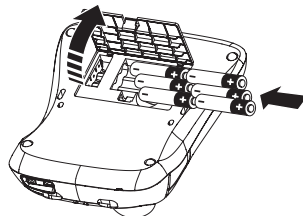

Figura 2
1. Retire la tapa del compartimento de las pilas. Véase figura 2.